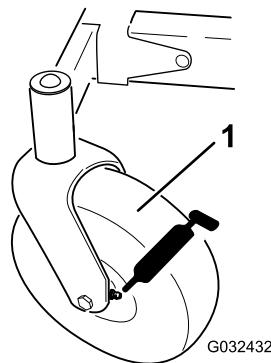

Figure 30
3. Nettoyez les graisseurs (Figure 30) avec un chiffon.
- 4. Raccordez une pompe à graisse à chaque graisseur (Figure 30).